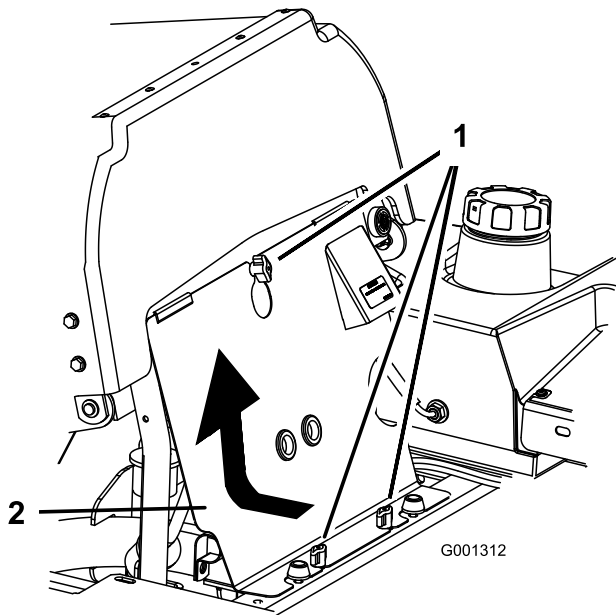

Figura 63
- Afije los cierres del panel delantero del motor y retire el panel (Figura 63).